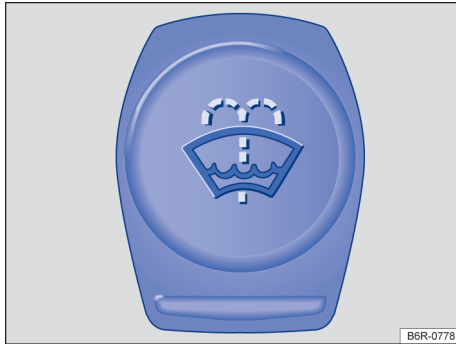

Fig. 241 No compartimento do motor: tampa do reservatório de água dos lavadores dos vidros.
- O reservatório de água dos lavadores dos vidros é identificado pelo símbolo  na tampa → Fig. 241.